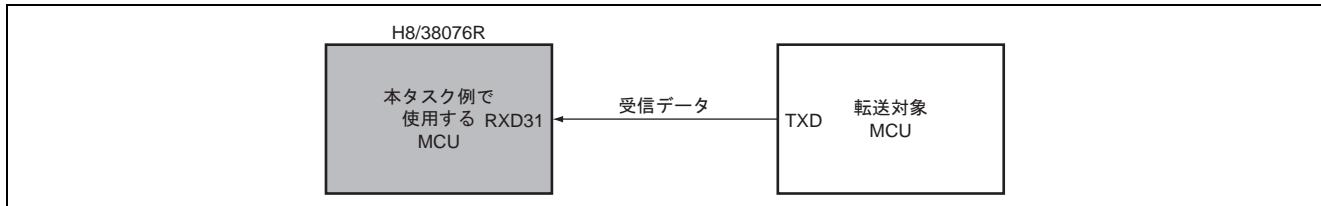

図 1 調歩同期式モードのシリアルデータ受信接続図
- 図 1 に調歩同期式モードのシリアルデータ受信の接続例を示します。